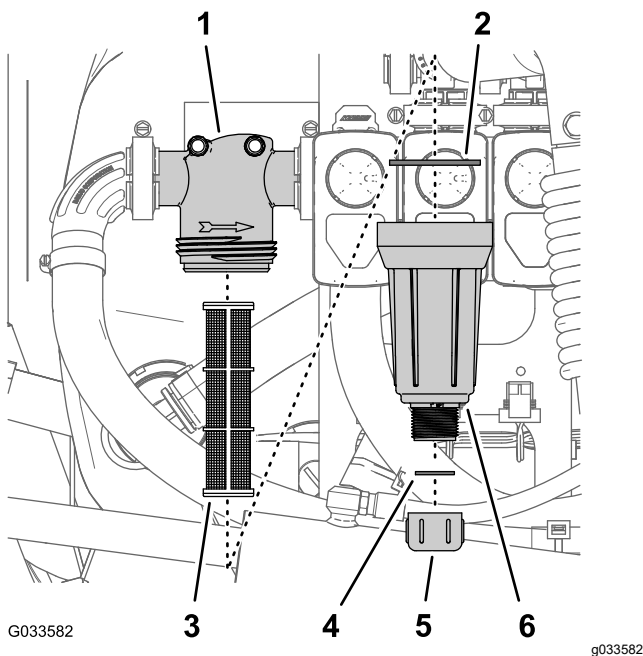

Figura 96
2. Alinhe um recipiente de escoamento debaixo do filtro de pressão (Figura 96).
3. Rode a tampa de drenagem no sentido contrário ao dos ponteiros do relógio e retire-a do recipiente do filtro de pressão (Figura 96).
4. Rode o recipiente no sentido contrário ao dos ponteiros do relógio e retire a cabeça do filtro (Figura 96).
5. Retire o elemento do filtro de pressão (Figura 96).
7. Verifique a junta do tampão de drenagem (localizado no interior do recipiente) e junta do recipiente (localizado no interior da cabeça do filtro) e veja se há danos e desgaste (Figura 96).
8. Instale o elemento do filtro de pressão na cabeça do filtro (Figura 96).
9. Instale o recipiente na cabeça do filtro apertando à mão (Figura 96).
10. Enrosque a tampa de drenagem na união na parte inferior do recipiente e aperte bem a tampa à mão (Figura 96).